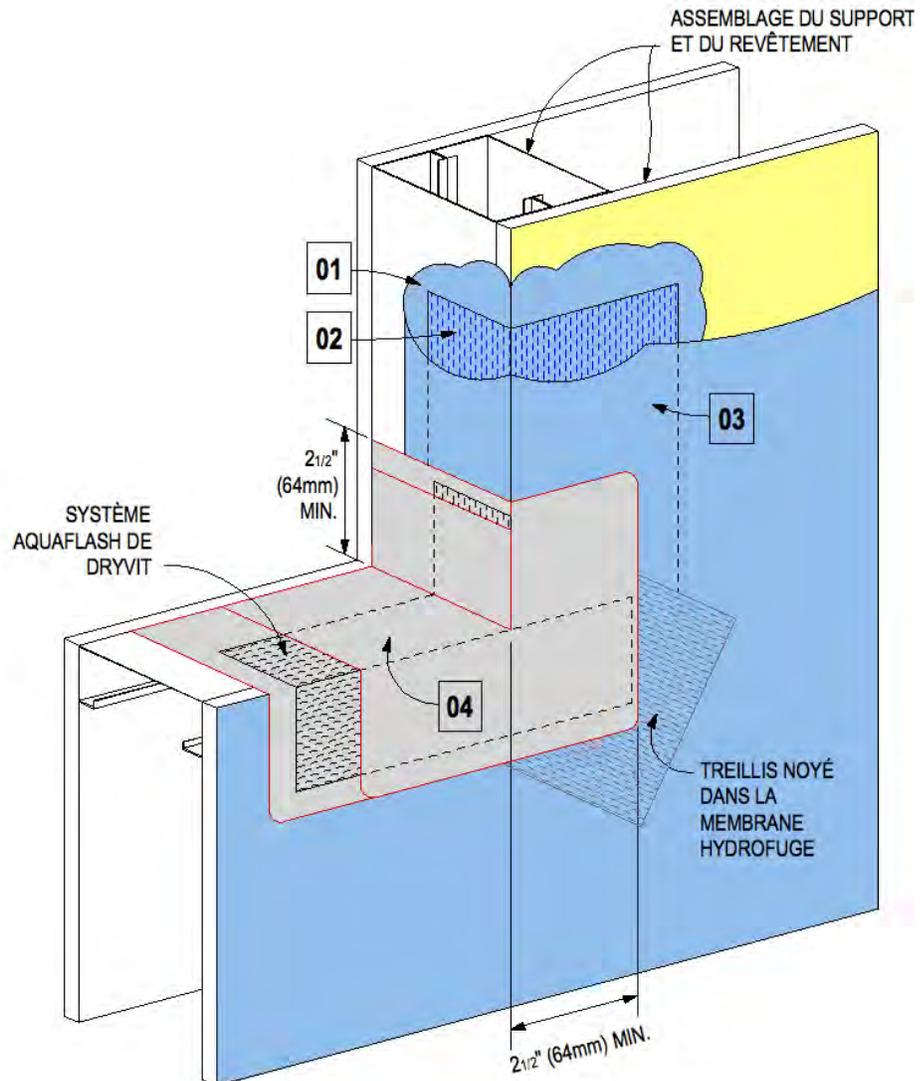

Figure 2: Protection des ouvertures brutes
4.7. Protection des ouvertures brutes - Séquence d'application et remarques (Fig. 2)